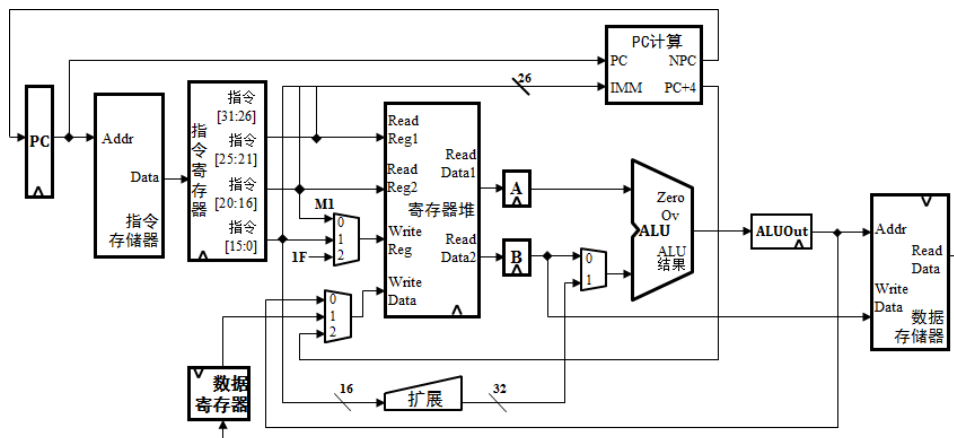

Figure1 多周期数据通路(供参考)
### 4. Figure1 为供你参考的数据通路架构图。该图更多的是让你对多周期数据通路有认识。
28. 对于 lb、lbu、lh、lhu 来说，Figure1 是不能支持的。为此你必须增加一个数据扩展模块。这个模块将从数据寄存器读出的数据再进行一次位扩展。